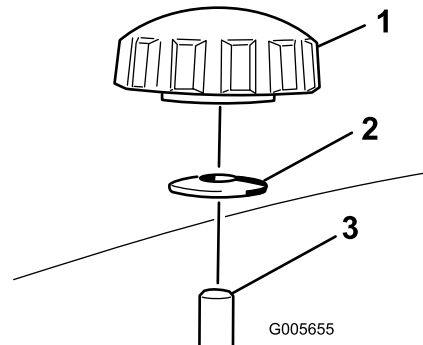
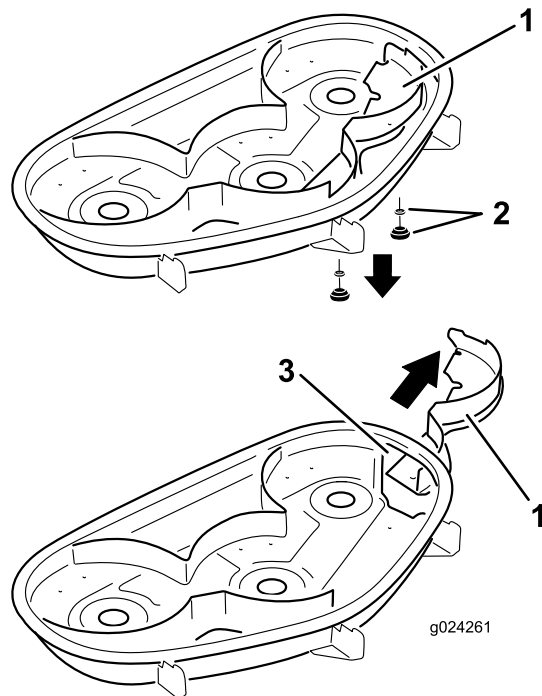

Bild 29
Bild 30
4. Nehmen Sie die beiden Handräder und die Wellenscheiben ab, mit denen das rechte Ablenkblech am Mähwerk befestigt ist (Bild 29).
5. Nehmen Sie das rechte Ablenkblech ab und senken Sie das Grasablenkblech über der Auswurfkanalöffnung ab, wie in Bild 29 und Bild 30 dargestellt.
5. Schieben Sie das rechte Ablenkblech unter das Mähwerk und befestigen Sie es mit zwei Handrädern und Wellenscheiben (kappenförmige Seite zum Mähwerk), wie in Bild 29 und Bild 30 abgebildet.